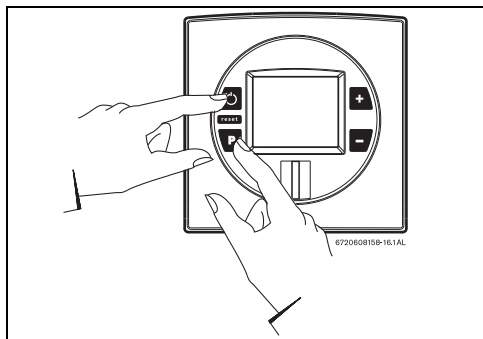

Рис. 41 Режим настройки подачи газа
- ▶ Нажмите и удерживайте кнопку программирования и нажмите кнопку «Вкл./выкл.» для включения прибора (Рис. 41 ).